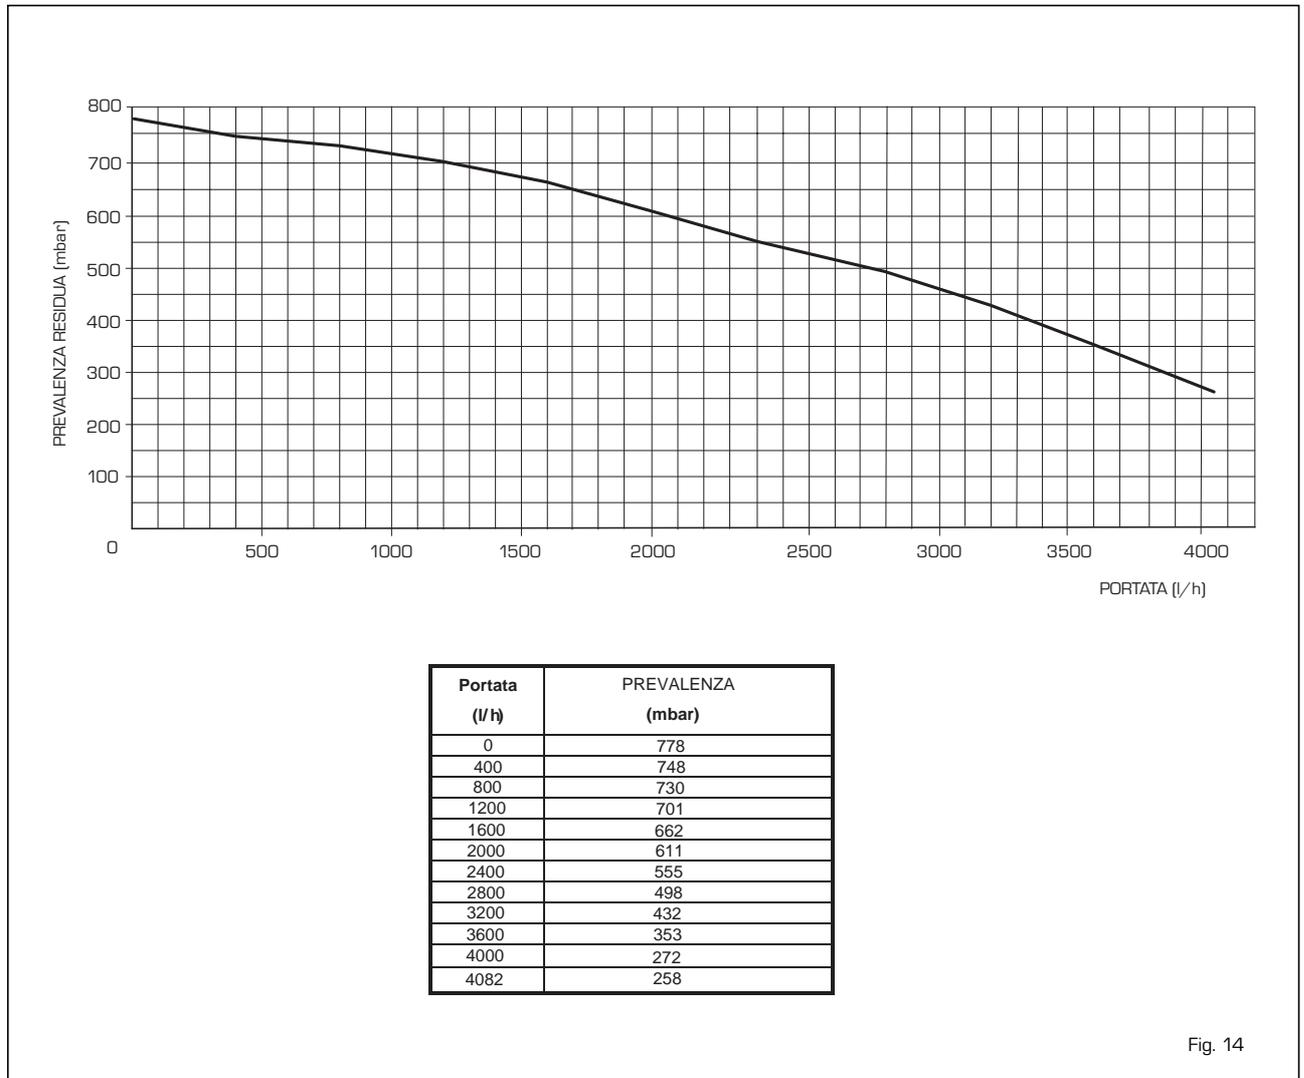

Fig. 14
3.8 PREVALENZA DISPONIBILE (fig. 14)
La prevalenza residua per l'impianto di riscaldamento è rappresentata, in funzione della portata, dal grafico di fig. 14.